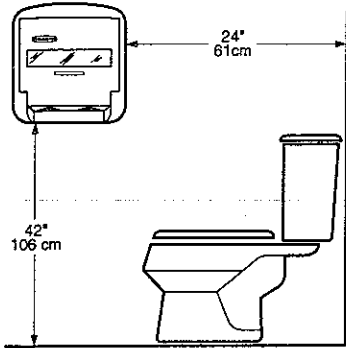
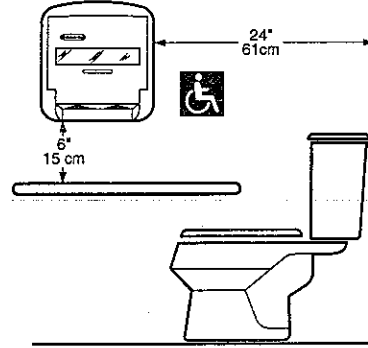

Figure 1
Figure 2
1. Placez la boîte distributrice sur le mur tel qu'illustré à la Figure 1. Dans un compartiment pour personnes handicapées, placez la boîte tel qu'illustré à la Figure 2.